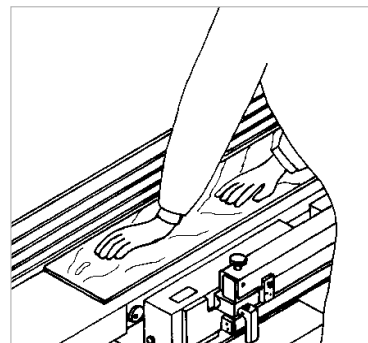

Abbildung 25: Abrichten bis 65 mm (3)
- Sobald es möglich ist, wird das Werkstück nur noch auf dem Abgabetisch nach vorne gedrückt/geschoben (siehe ⇒ Abbildung 25).